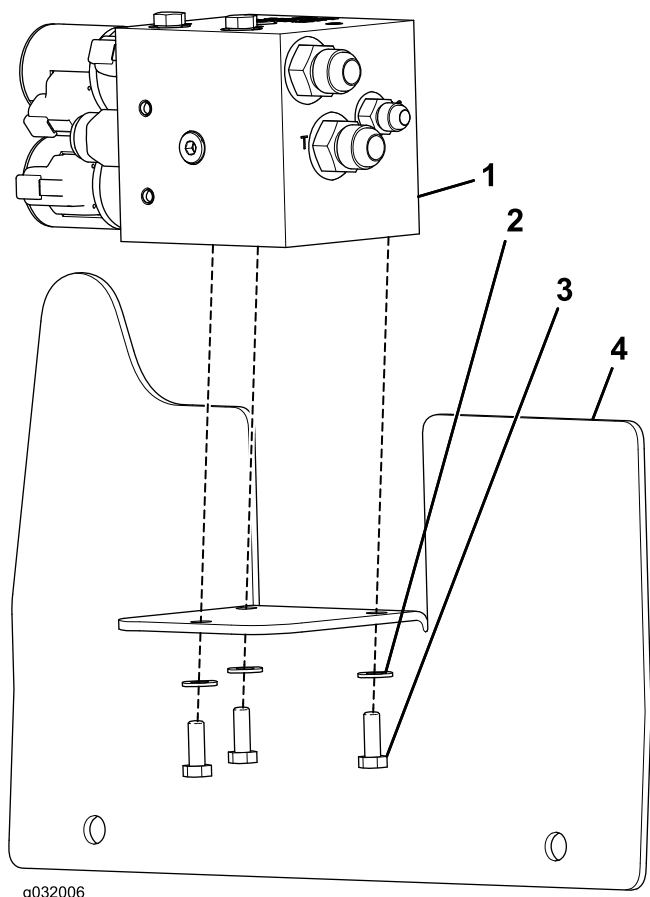

Figura 2
5. Instale a válvula solenoide e as uniões anexas na placa de montagem da válvula com 3 parafusos de cabeça hexagonal e 3 anilhas de cabeça chata (Figura 2).